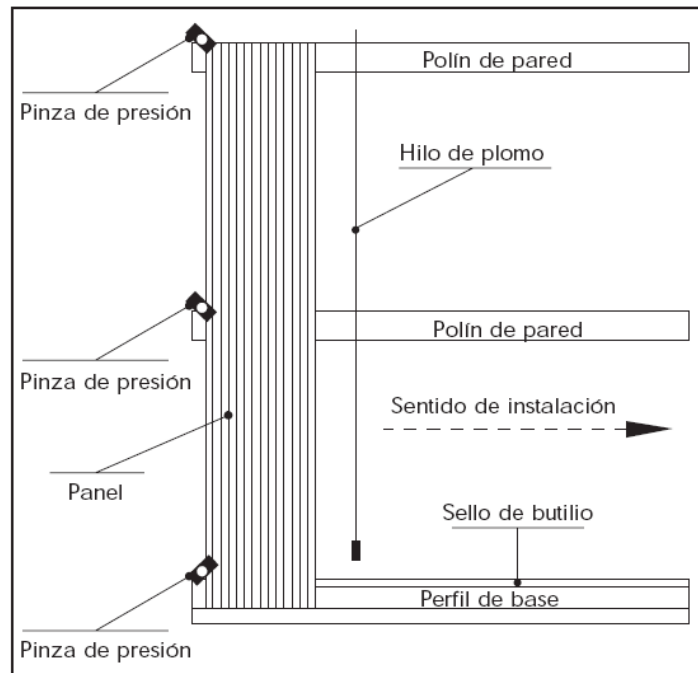

Fig. 4
- 4.3.2** Sobre los diseños constructivos indicar en la vertical el punto de salida del primer panel, teniendo cuidado con la alineación entre ellos. Tal operación puede ser efectuada con hilo o plomada. Fig. 4
- 4.3.3** Posicionar el primer panel con la plomada, controlar su verticalidad, después de que se ha sostenido provisionalmente a la estructura mediante las pinzas de presión si son necesarias. Fig. 4